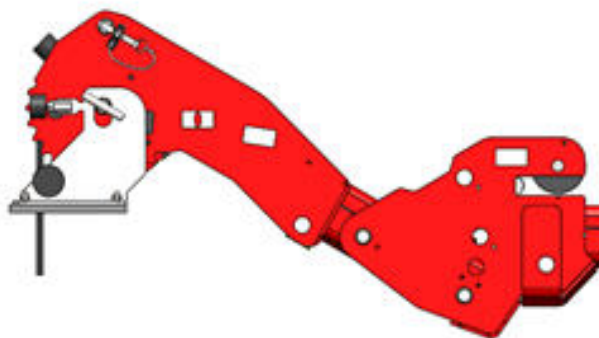

Figure 4.14 Fixation de la tête de treuil ou du bras manuel à l'élément mobile
3. À présent, la tête du treuil ou le bras manuel peut être fixé(e) dans l'élément mobile des 2 goupilles (voir *Figure 4.14*).